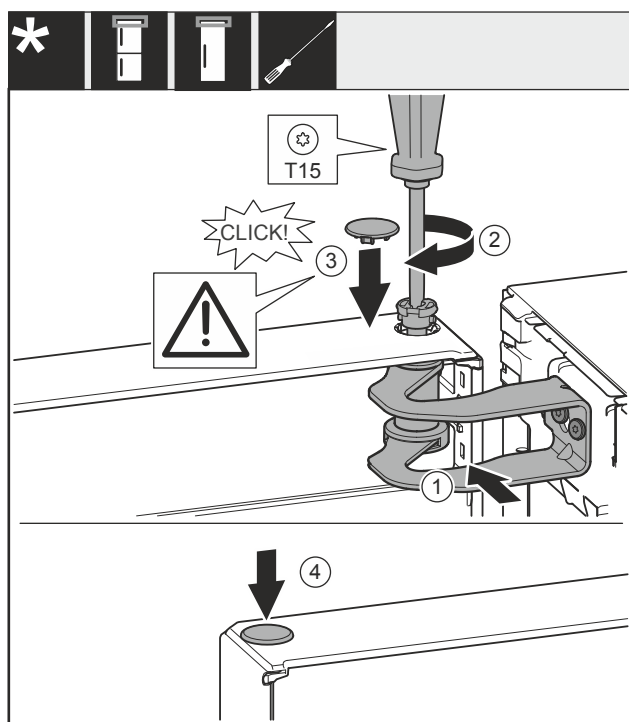

Fig. 54
- ▶ Aliniați ușa cu deschizătura din suportul de lagăr Fig. 54 (1).
- ▶ Introduceți bolțul Fig. 54 (2) și înșurubați-l ferm cu șurubelnița.
- ▶ Montați capacul Fig. 54 (3).
- ▶ Controlați să fie capacul Fig. 54 (3) așezat pe ușă.
- ▶ Montați capacul Fig. 54 (4).